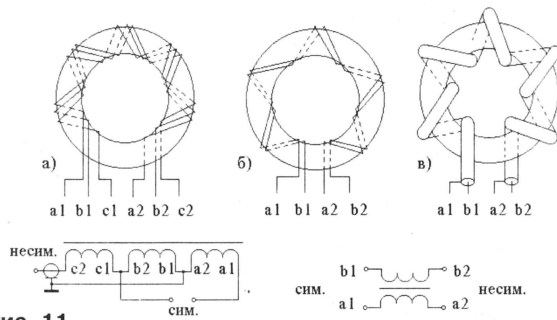

Рис. 11
самая простая. Большинство этих устройств можно разделить на две группы [4]: первая — обеспечивающие $U_1=U_2$ (voltage BALUN, V-BALUN); вторая — обеспечивающие $I_1=I_2$ (current BALUN, C-BALUN). К первой группе относятся, например, широко известные U-колено, малогабаритные трансформаторы [5] на ферритовых магнитопроводах (рис. 11, а), ко второй — за-
пирающие для синфазных токов устройства. Они бывают как резонансные (четвертьволновый стакан), так и аперидические (дроссельного типа). Последние также иногда изготавливают на ферритовых магнитопроводах (рис. 11, б, см. [6]). Строго говоря, первые обеспечивают равенство ЭДС в контурах с Z_1 и Z_2 , поэтому условие (2) справедливо только при выполнении условия (1). Для симметричных систем условие (1) выполняется. А вот вторые просто представляют большое сопротивление для тока I_c (и только для него). Поэтому можно считать, что ток I_c в точке подключения кабеля к антенне близок к нулю, следовательно, $I_1=I_2$. Однако мы устранили только одну причину возникновения синфазных токов. В несимметричной АС (при геометрической асимметрии или при несимметричном возбуждении) на наружную поверхность оплетки действует еще нескомпенсированное ближнее поле антенны.
Изолирующие устройства (Line Isolator, LI) используют для электрического разделения наружной поверхности оболочки фидера на нерезонансные участки, чтобы ослабить синфазные токи, наводимые ближним полем в несимметричной АС. Для этого на пути синфазных токов нужно обеспечить большое сопротивление в нескольких местах с интервалом $\lambda/4$. В качестве LI можно использовать как резонансные, так и аперидические дроссельные устройства типа C-BALUN 1:1 (рис. 11, б и в). Фактически, C-BALUN 1:1 — это линейный изолятор, используемый для симметрирования. Установлено, что для хорошей эффективности аперидических LI полное сопротивление обмотки дросселя должно быть не менее 2...3 кило-
ом. При невозможности сделать компактный дроссель на ферритовом кольце из толстого кабеля можно сделать катушку из кабеля без магнитопровода или вставить в разрыв кабеля (как центрального проводника, так и оплетки!) небольшой дроссель по рис. 11, б, намотанный двухпроводной линией, соответствующей волновому сопротивлению кабеля и мощности